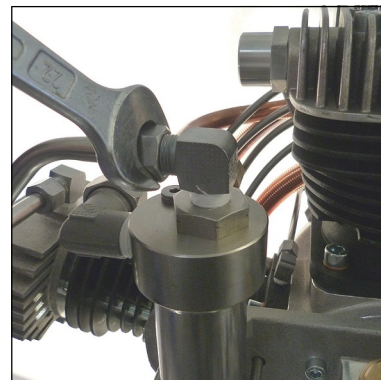

Abb. 1 - Rohrleitungsverschraubungen lösen
- Rohrleitungsverschraubungen lösen (Abb. 1)